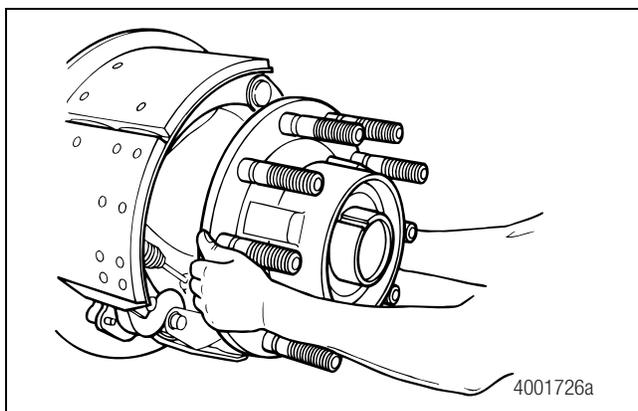
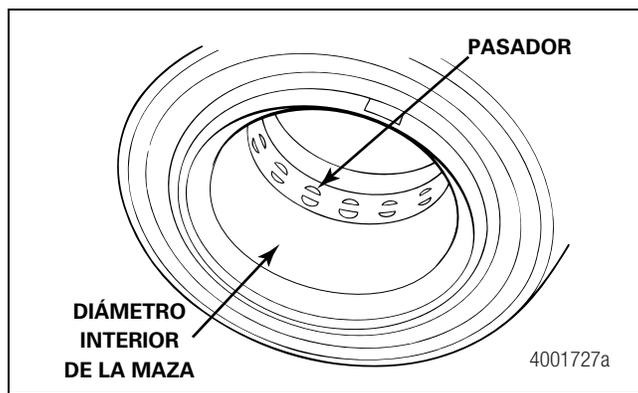

Figura 3.15
Figura 3.16
9. Sujete el conjunto de la maza con ambas manos y jale la maza lo más recto posible para evitar que se disloque el pasador que se localiza en el contorno del diámetro interior de la maza. Figura 3.15 y Figura 3.16.
- Jale la maza lo más recto posible hacia fuera de la espiga para evitar que se disloque el pasador que se localiza en el contorno del diámetro interior de la maza. Figura 3.15 y Figura 3.16.